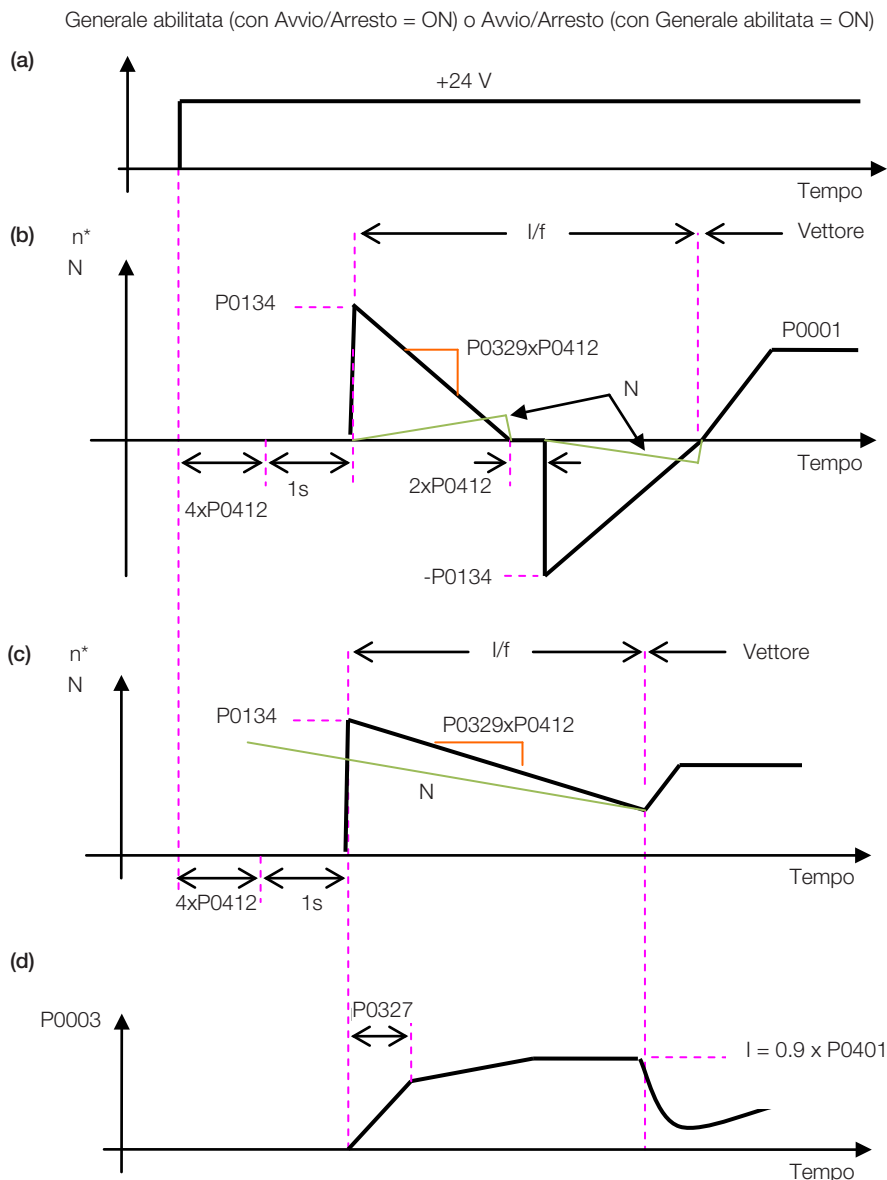

Figura 12.3: (a) to (d) Influence of P0327 and P0329 during Flying Start (P0202 = 4)
Il comportamento della funzione Flying Start (FS) in modalità senza sensore durante l'accelerazione e la riaccelerazione può essere compreso dalla Figura 12.3.
La Figura 12.3 mostra il comportamento del riferimento di velocità quando la funzione FS viene avviata con l'albero motore fermo e un valore ridotto (non ottimizzato) per P0329.
La Figura 12.3 mostra il riferimento di velocità quando la funzione FS viene avviata con l'albero motore già in funzione nella direzione desiderata o con l'albero fermo e un parametro P0329 già ottimizzato.